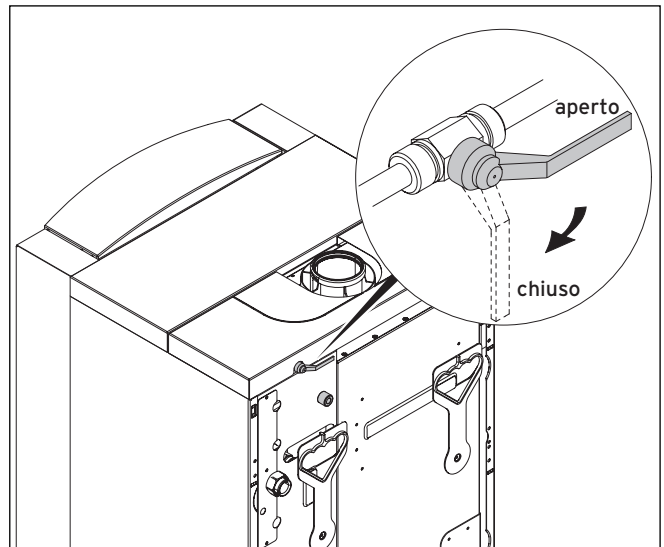

Fig. 6.1 Apertura della valvola di riempimento
- Misurare il tenore di CO2 sul bocchettone di misurazione fumi (5).
- Impostare, se necessario, il valore fumi corrispondente (vedere fig. 6.1) ruotando la vite (4).